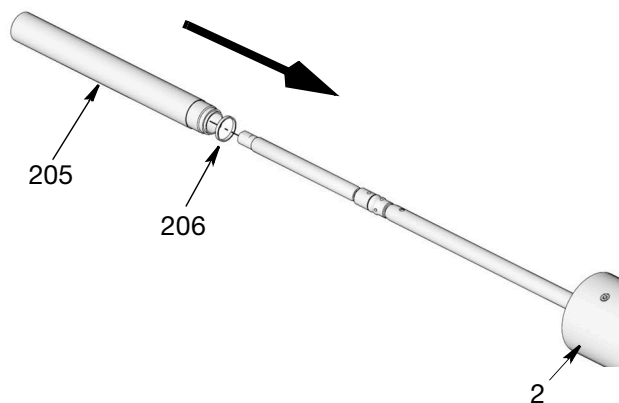

Рис. 41
10. Нанесите тонкий слой консистентной смазки вокруг прокладки (206). Уложите прокладку поверх конца распорного цилиндра (205). Сдвиньте цилиндр над узлом штока, как показано на Рис. 41. Вкрутите конец цилиндра в нижнюю часть переходника насоса (2). Используйте трубный ключ для проворачивания цилиндра до тех пор, пока он не будет надежно затянут. Затяните с усилием 45–55 футов на фунт (61–74 Н-м)